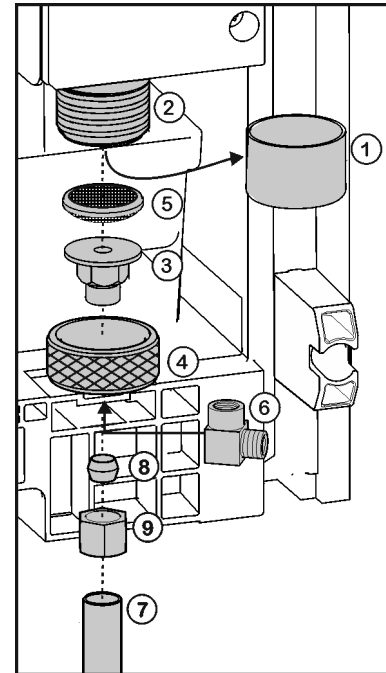

Fig. 18
- ▶ Retire el tapón Fig. 18 (1) de la electroválvula Fig. 18 (2).
- ▶ Introduzca la pieza de unión Fig. 18 (3) en la tuerca de racor Fig. 18 (4).
- ▶ Coloque el filtro de agua Fig. 18 (5) con la parte hundida hacia abajo en la dirección de la pieza de unión Fig. 18 (3).
- ▶ Conecte la tuerca de racor Fig. 18 (4) en la electroválvula Fig. 18 (2) y apriétela.
- ▶ Para desviar 90° la conexión de agua, dado el caso, atornille la pieza angular Fig. 18 (6).
- ▶ Conecte la tubería de agua Fig. 18 (7) (por ejemplo, cobre) con la ayuda del anillo de apriete Fig. 18 (8) y la tuerca Fig. 18 (9) en la pieza de unión Fig. 18 (3) o la pieza angular Fig. 18 (6).